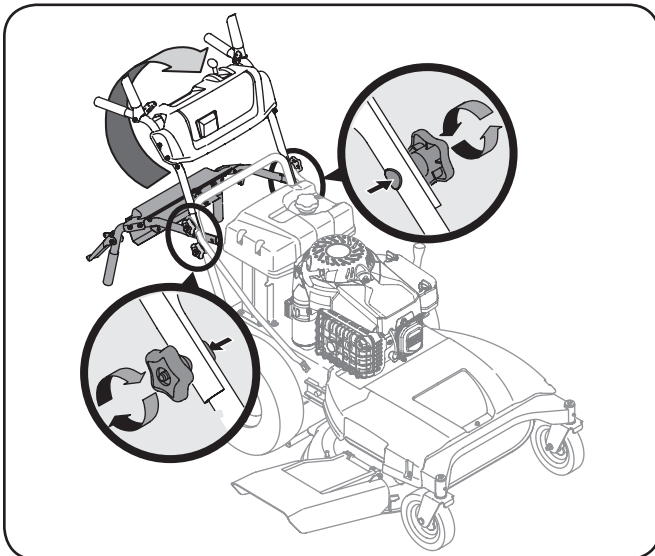

Figure 3-4
2. Relevez la partie supérieure de la poignée à la position de fonctionnement. Prenez garde de ne pas coincer ou endommager les câbles. Voir Figure 3-4.
4. Pour bien fixer la partie supérieure à la partie inférieure de la poignée, serrez les boulons de carrosserie et les boutons étoile. Voir Figure 3-4.